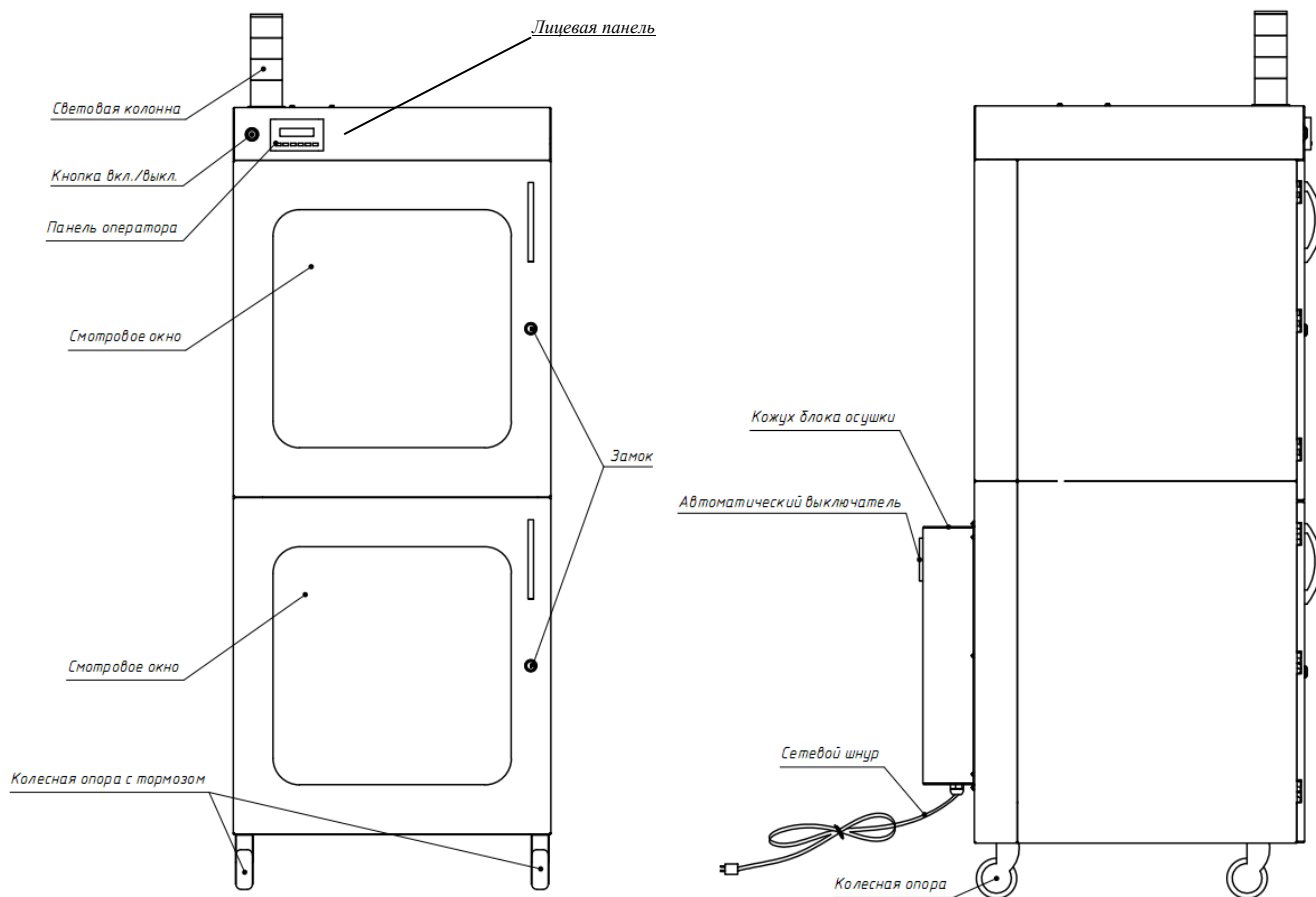

Рисунок 1 – Вид шкафа сухого хранения ШСХ-450 спереди и сбоку
10.3 Включить тумблер автоматического выключателя, расположенного со стороны кожуха блока осушки (рисунок 1).
10.4 На лицевой панели шкафа расположена кнопка «Вкл./Выкл.» (рисунок 1). Перевести кнопку в положение «Вкл.», одновременно включается информационная панель оператора ИПП120, предназначенная для отображения технологических параметров, управления подчиненными устройствами и выполнения пользовательских программ. На лицевой панели прибора ИПП120 расположены элементы индикации и управления.